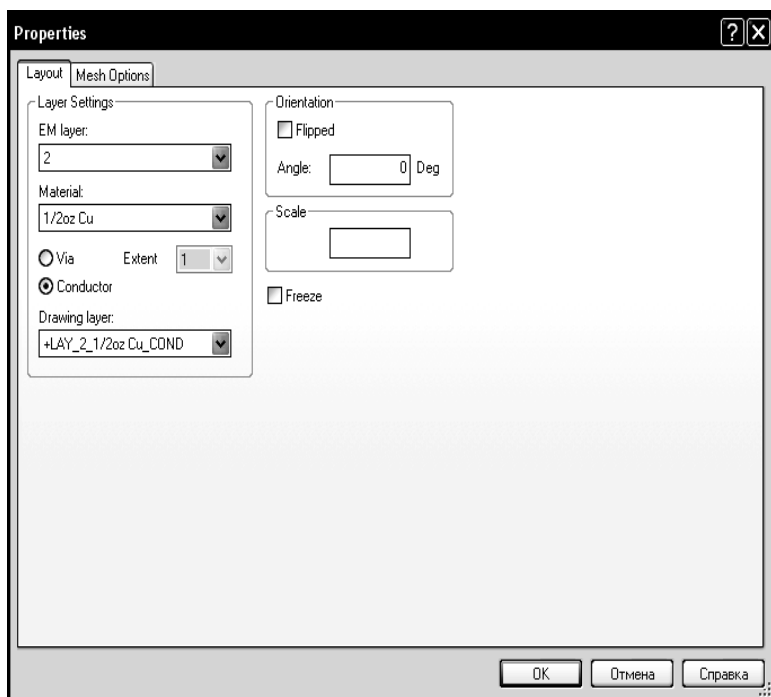

Рис. 5.46
2. Нажмите клавишу **Shift** и щёлкните левой кнопкой мышки поочередно по всем проводникам (кроме резисторов), чтобы выделить их. Затем щёлкните по любому выделенному проводнику правой кнопкой мышки и выберите **Shape Properties**. (Свойства формы). Откроется окно **Properties** (рис. 5.46).
При создании топологии в электромагнитной структуре мы использовали материалы 1/2oz Cu и Res. Этим материалам не назначено слоёв для черчения и для них нет таблиц соответствия слоёв. В этом случае Microwave Office для таких материалов автоматически создаёт слои черчения. В нашем случае были созданы слои черчения с именами +LAY\_2\_1/2oz Cu\_COND (что можно расшифровать как слой черчения на 2-м слое диэлектрика, материал 1/2oz Cu, проводник), и +LAY\_2\_Res\_COND (см. рис. 5.46). Но lpf файл автоматически не редактируется и новый не создаётся. Таблицы соответствия для этих слоёв также не создаются. Поэтому, если просто экспортировать топологию в dxf файл, щёлкнув правой кнопкой мышки по имени электромагнитной структуры в окне просмотра проекта и выбрать Export EM Layout (как это делалось в прежних версиях), то dxf файл будет создан. Но AutoCAD прочесть его не сможет и выдаст сообщение, что в файле имеется строка с недопустимым именем слоя (однако прежние версии Microwave Office этот файл воспринимают). Тем не менее, экспорт топологии можно выполнить, не изменяя lpf файл и не создавая таблиц соответствия, действуя следующим образом.